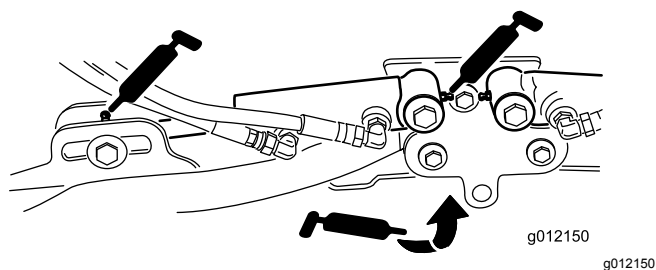

Figure 62
- Vérins des bras de levage des tabliers de coupe (2 chacun) (Figure 62)
- Pivots des bras de levage (1 chacun) (Figure 62)